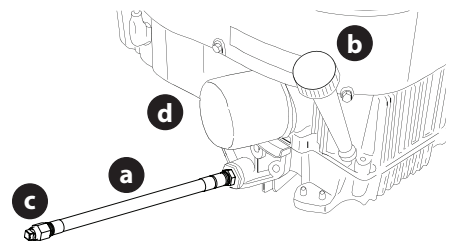

Figura 33
1. Ubique la manguera de drenaje de aceite (a) que está en el costado del motor (Figura 33).
2. Para recoger el aceite usado, coloque un recipiente adecuado con al menos una capacidad de 2.5 cuartos de galón (2.37 litros) debajo de la abertura de la manguera de drenaje de aceite. Retire el tapón de llenado de aceite/la varilla de nivel de aceite (b) del tubo de llenado (Figura 33).
3. Mientras sostiene el extremo libre de la manguera de drenaje de aceite sobre el recipiente de recolección de aceite, desenrosque el tapón con cabeza cuadrada de la manguera (c) del extremo de la manguera de drenaje de aceite (Figura 33). Drene el aceite del motor dentro del recipiente.
5. Extraiga el filtro de aceite (d) y drene en el recipiente recolector (Figura 33).
6. Vuelva a colocar el filtro de aceite (d) y cargue el motor con aceite nuevo según las instrucciones del Manual del operador del motor (Figura 33).